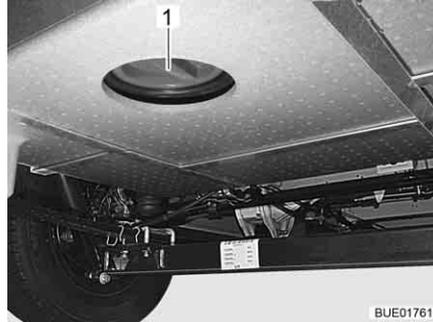

Fig. 178 Orificio de limpieza del depósito de aguas residuales
- Abrir el orificio de limpieza (Fig. 178,1) del depósito de aguas residuales y la llave de desagüe.